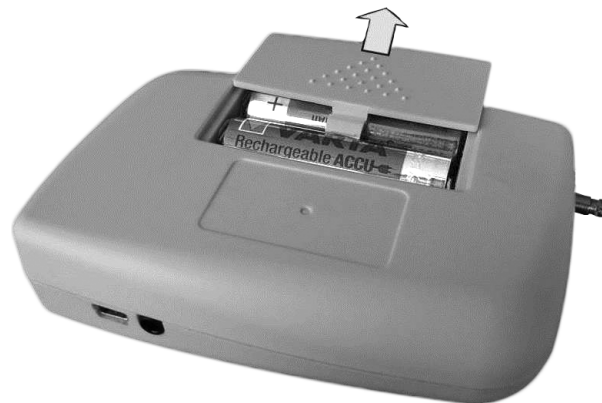

Рис. 3-1 Відкривання відсіку для батарей
- Відкрийте відсік для батарей на задній частині пристрою TONOPORT VI, як показано на Рис. 3-1.